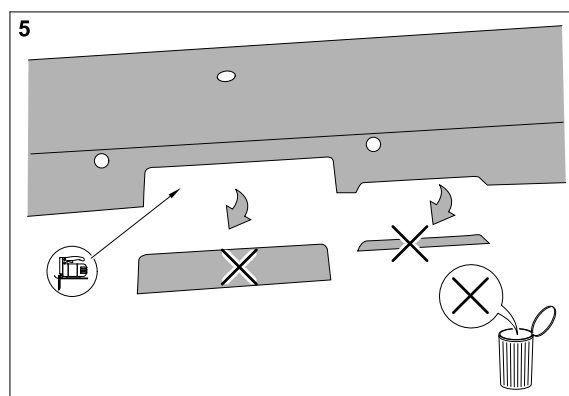

Bild 5: Stoßfängerträger mit Ausschnitten
- 14.) Stoßfängerträger im Bereich der Kugelstange und der Steckdose entsprechend der Markierungen ausschneiden; (siehe Bild 5).